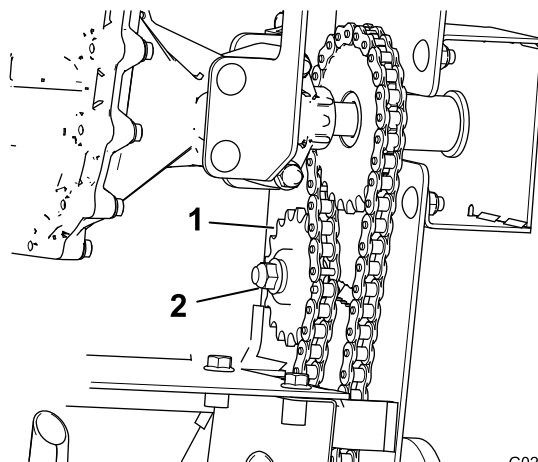

Figura 45
1. Afloje la tuerca que sujeta el piñón tensor de la cadena que está tensando (Figura 45).